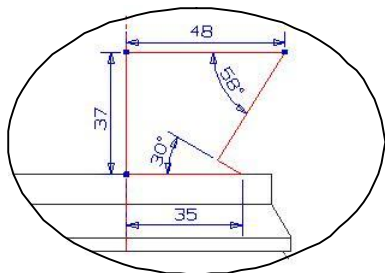

图4-10
8. 在【成形特征】工具条中单击【草图】按钮，弹出【基准平面】悬浮工具条，然后依次单击【ZC-XC】和【确定】按钮进入二维草图界面，绘制图 4-10 所示的草图轮廓。